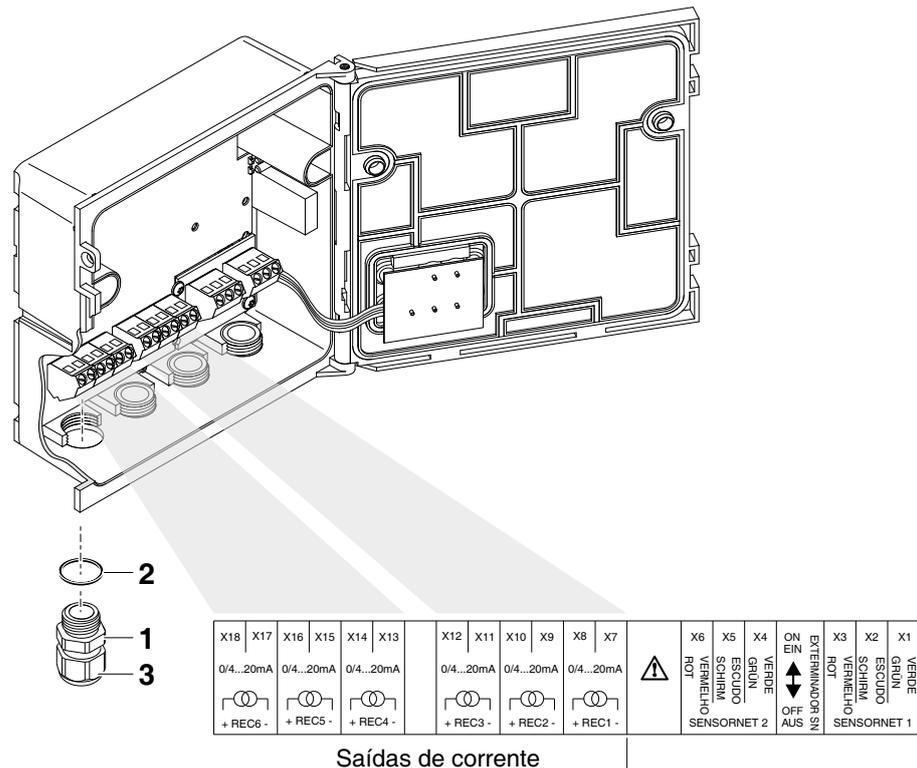

Fig. 3-1 Faixa de terminais com as ligações à corrente
- 3 Enrosque o bucim do cabo (pos 1 em Fig. 3-1) com o anel de vedação (pos 2) no invólucro do módulo.
- 4 Solte o anel de ligação (pos. 3 em Fig. 3-1).
- 7 Aperte o anel de acoplamento (pos. 3 em Fig. 3-1).